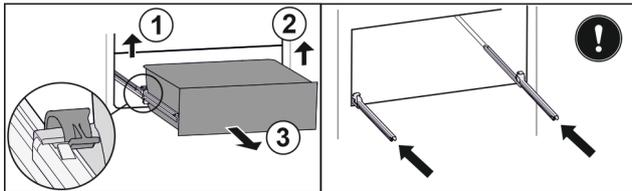

Fig. 144
- ▶ Soulever la bride gauche et tirer dans le même temps la partie gauche du tiroir vers l'avant. Fig. 144 (1)
- ▶ Soulever la bride droite et tirer dans le même temps la partie droite du tiroir vers l'avant. Fig. 144 (2)
- ▶ Retirer le tiroir par l'avant. Fig. 144 (3)